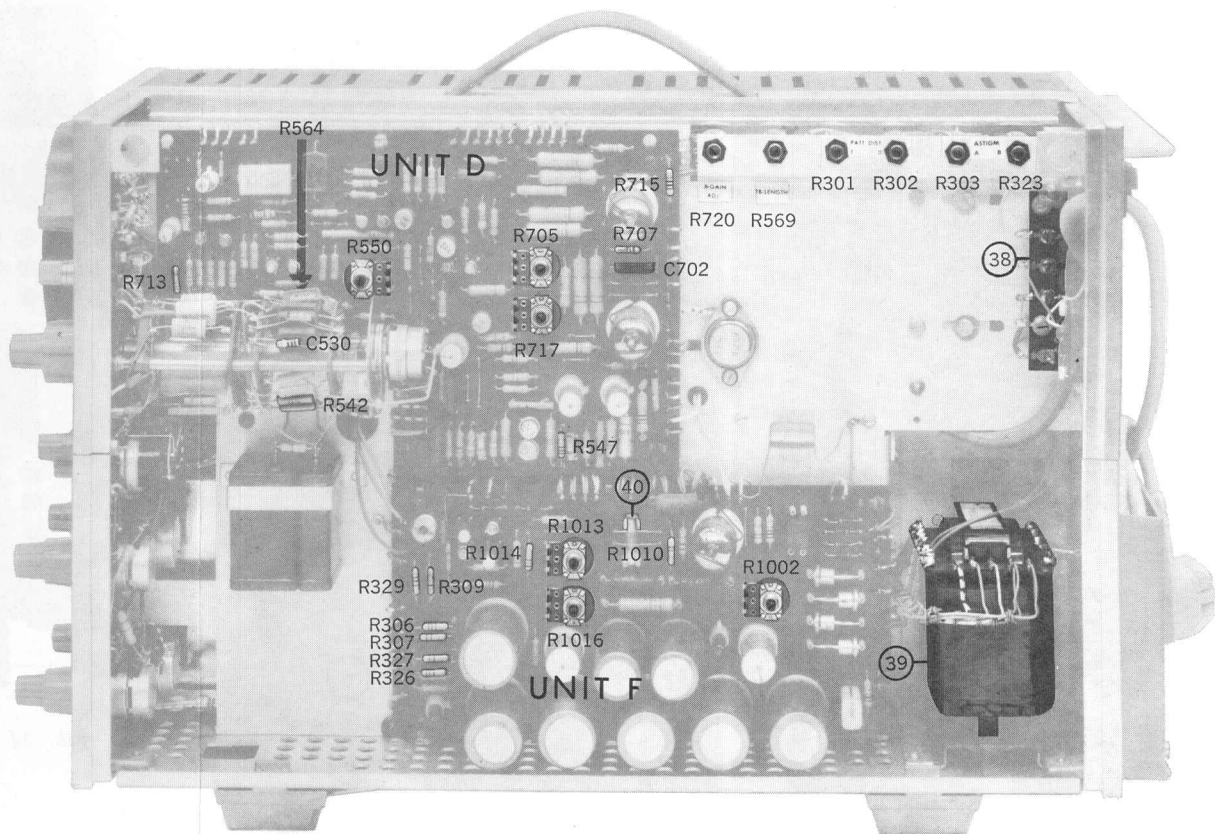

Abb. 22. Seitenansicht links
5. Wenn eine neue Röhre montiert worden ist, dafür sorgen, dass die Zeitablenklinie horizontal läuft. Sollte dies nicht der Fall sein, so kann mit Hebel „A“ eingestellt werden (siehe Abb. 22).